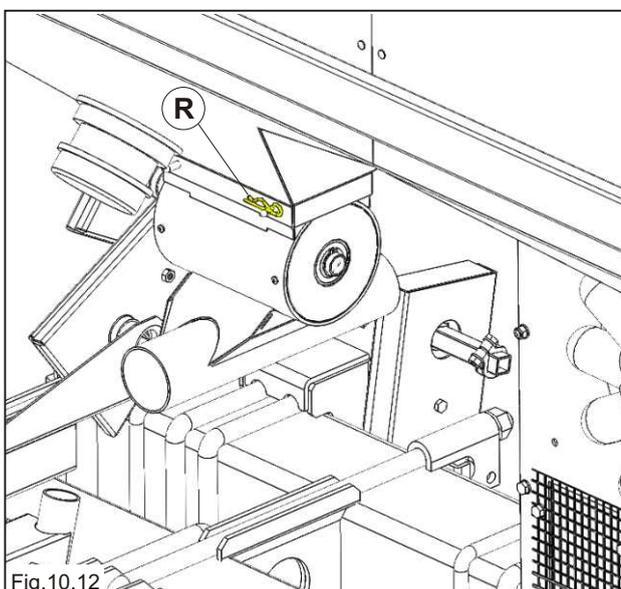

Fig.10.12
- Enlever la goupille **R** (Fig.10.12);